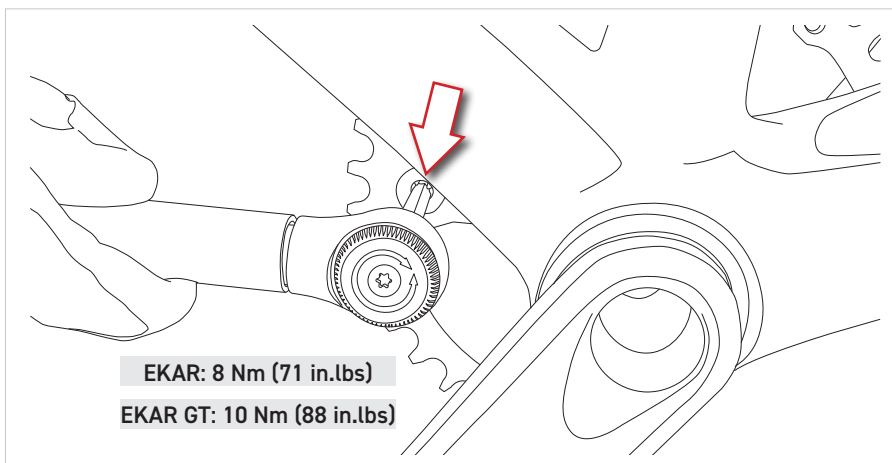

Fig.9
- Serrate con una chiave dinamometrica le viti a **8 Nm (71 in.lbs)** per EKAR ed a **10 Nm (88 in.lbs)** per EKAR GT (Fig. 9).